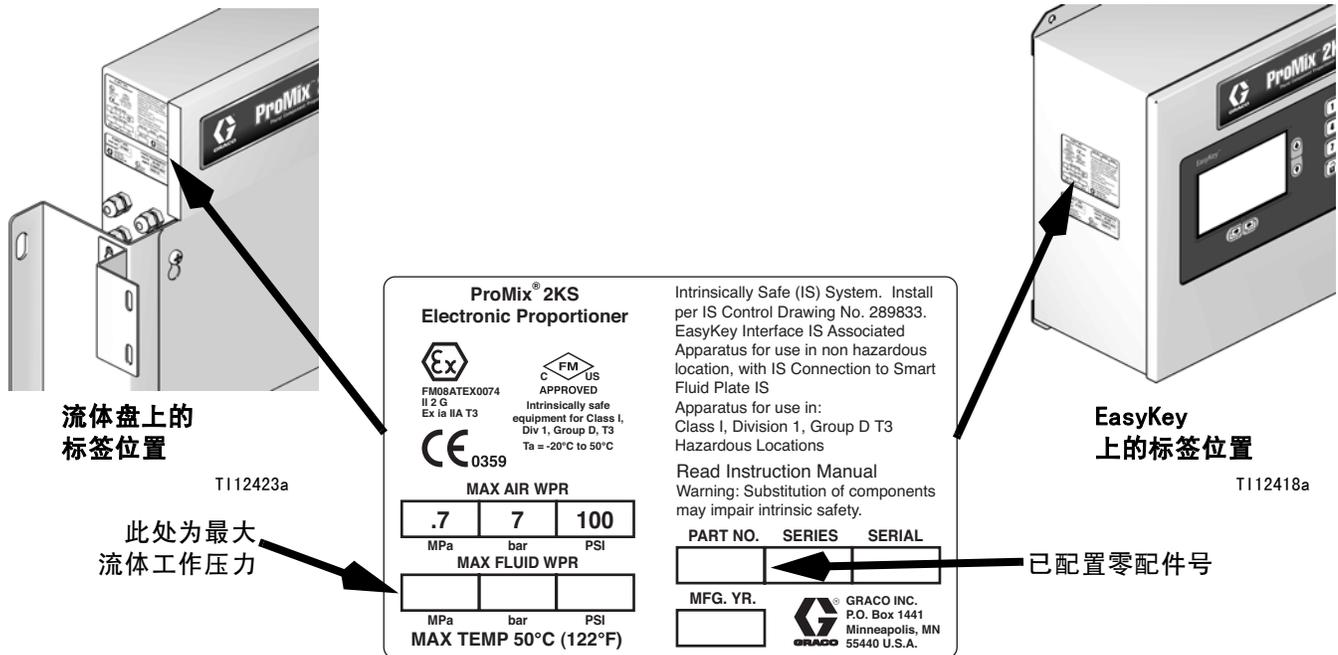
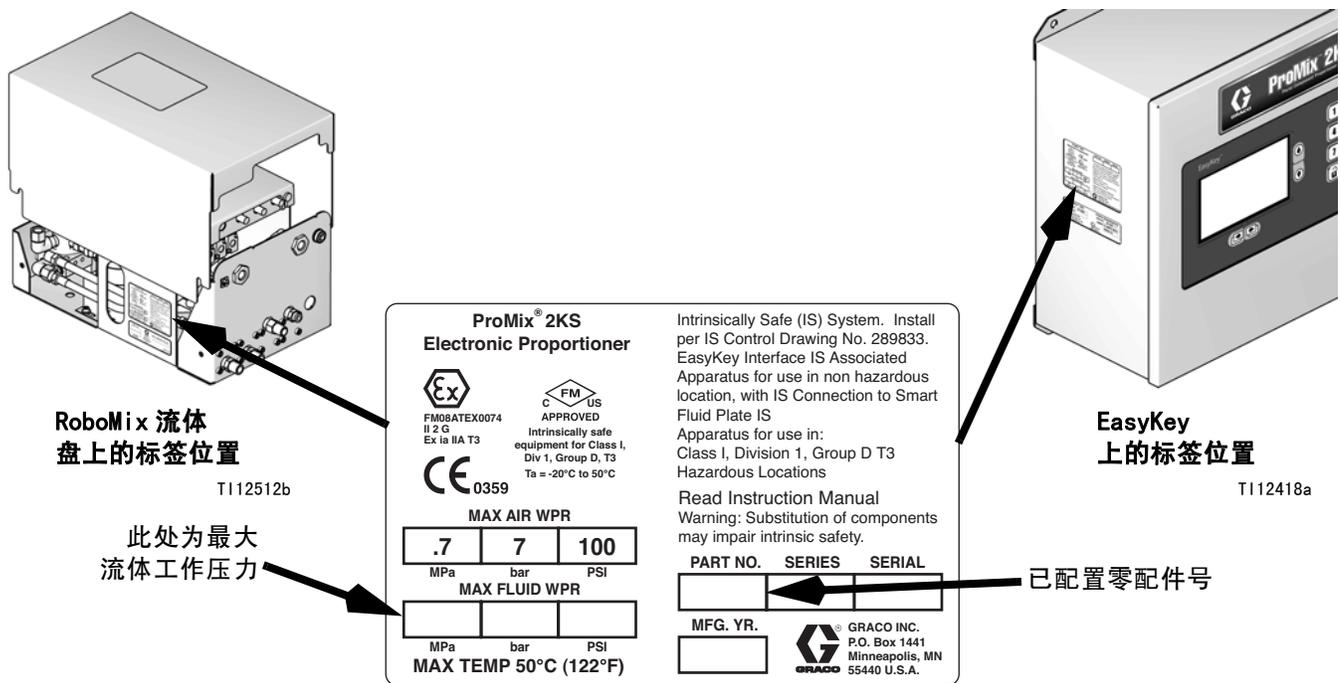

图 1: 识别标签，壁式安装流体盘系统
图 2: 识别标签, RoboMix 流体盘系统
设备核准情况显示在下列标签上, 这些标签固定在流体盘和 EasyKey™ 上。有关标签位置, 请参见图 1 (第 4 页) 和图 2 (第 6 页)。
设备已配置好的零配件号印刷在设备的识别标签上。有关识别标签的位置，请参见图 1。零配件号包含下列六个分类，每个类别用一个数字表示，具体取决于系统的配置。
**有关系统最大工作压力，请查看 EasyKey 或流体盘上的标识标签。参见图 1。**
设备已配置好的零配件号印刷在设备的识别标签上。有关识别标签的位置，请参见图 2。零配件号包含下列六个分类，每个类别用一个数字表示，具体取决于系统的配置。
有关系统最大工作压力, 请查看 EasyKey 或 RoboMix 流体盘上的标识标签。参见图 2。